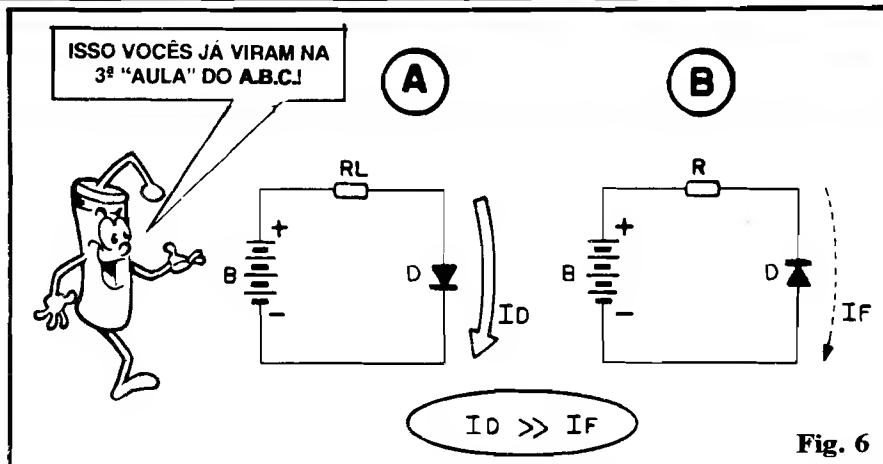

Fig. 6
- FIG. 6-A - Já vimos, na distante 3ª "Aula" do ABC, que um DIODO **diretamente** polarizado (os materiais semicondutores da junção recebendo Tensão "nos conformes"...) permite a (quase) livre passagem da Corrente... Com o arranjo diagramado na figura, consideramos que o **único** real limitador da Corrente direta (ID) é o resistor RL (menor valor de RL = maior Corrente ID e maior valor de RL = menor Corrente ID, conforme Ohm nos diz e prova...).
- FIG. 6-B - Já se colocarmos o mesmo DIODO, na mesma configuração circuital simples, porém, "ao contrário" (inversamente po-